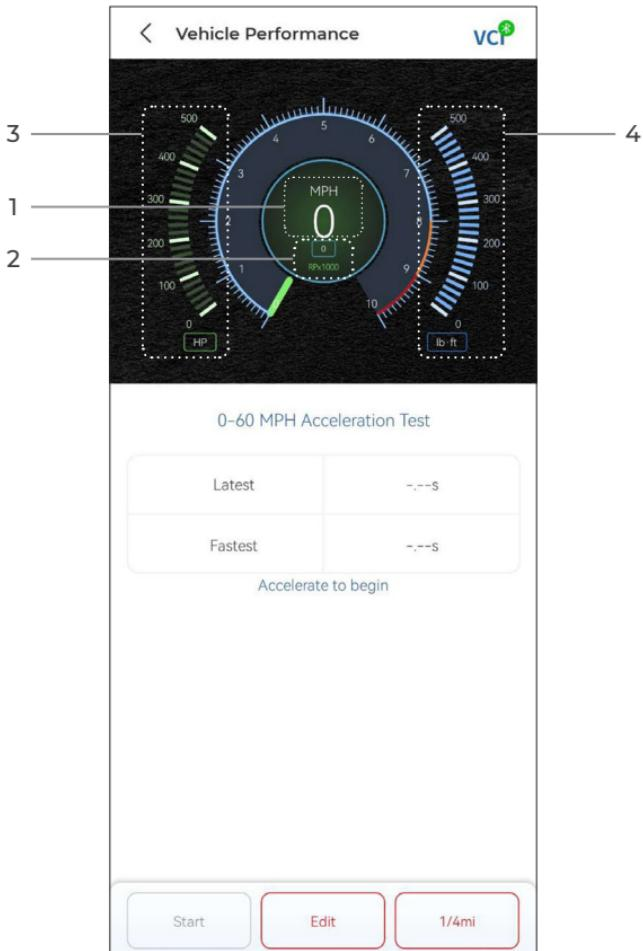

Figura 4-19
**Resultados de la prueba de 0 a 60 MPH** - registre el tiempo transcurrido para que un vehículo acelere de 0 a 60 millas por hora (consulte la Figura 4-19). Los valores de las velocidades inicial y final se pueden cambiar si se desea.